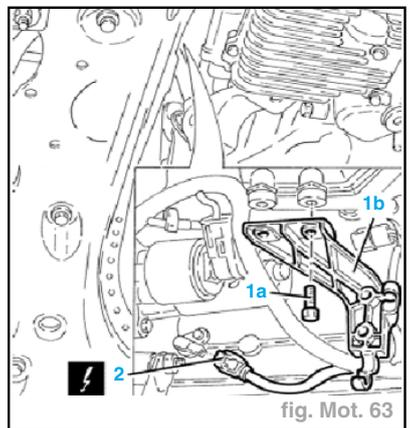

fig. Mot. 63
- Dévisser les vis (1a) fixant l'étrier de renfort (1b) (fig. Mot. 63).